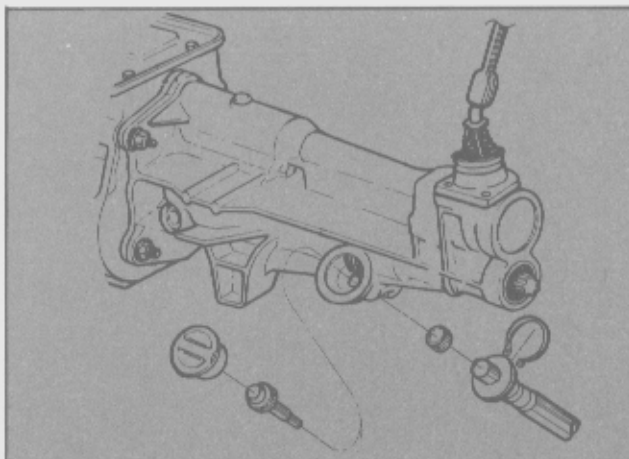

Fig. 55 - Extracción del anillo de retención del cable de velocímetro.
- Retirar el anillo de retención que asegura, en su posición, al cable del velocímetro (Fig. 55).